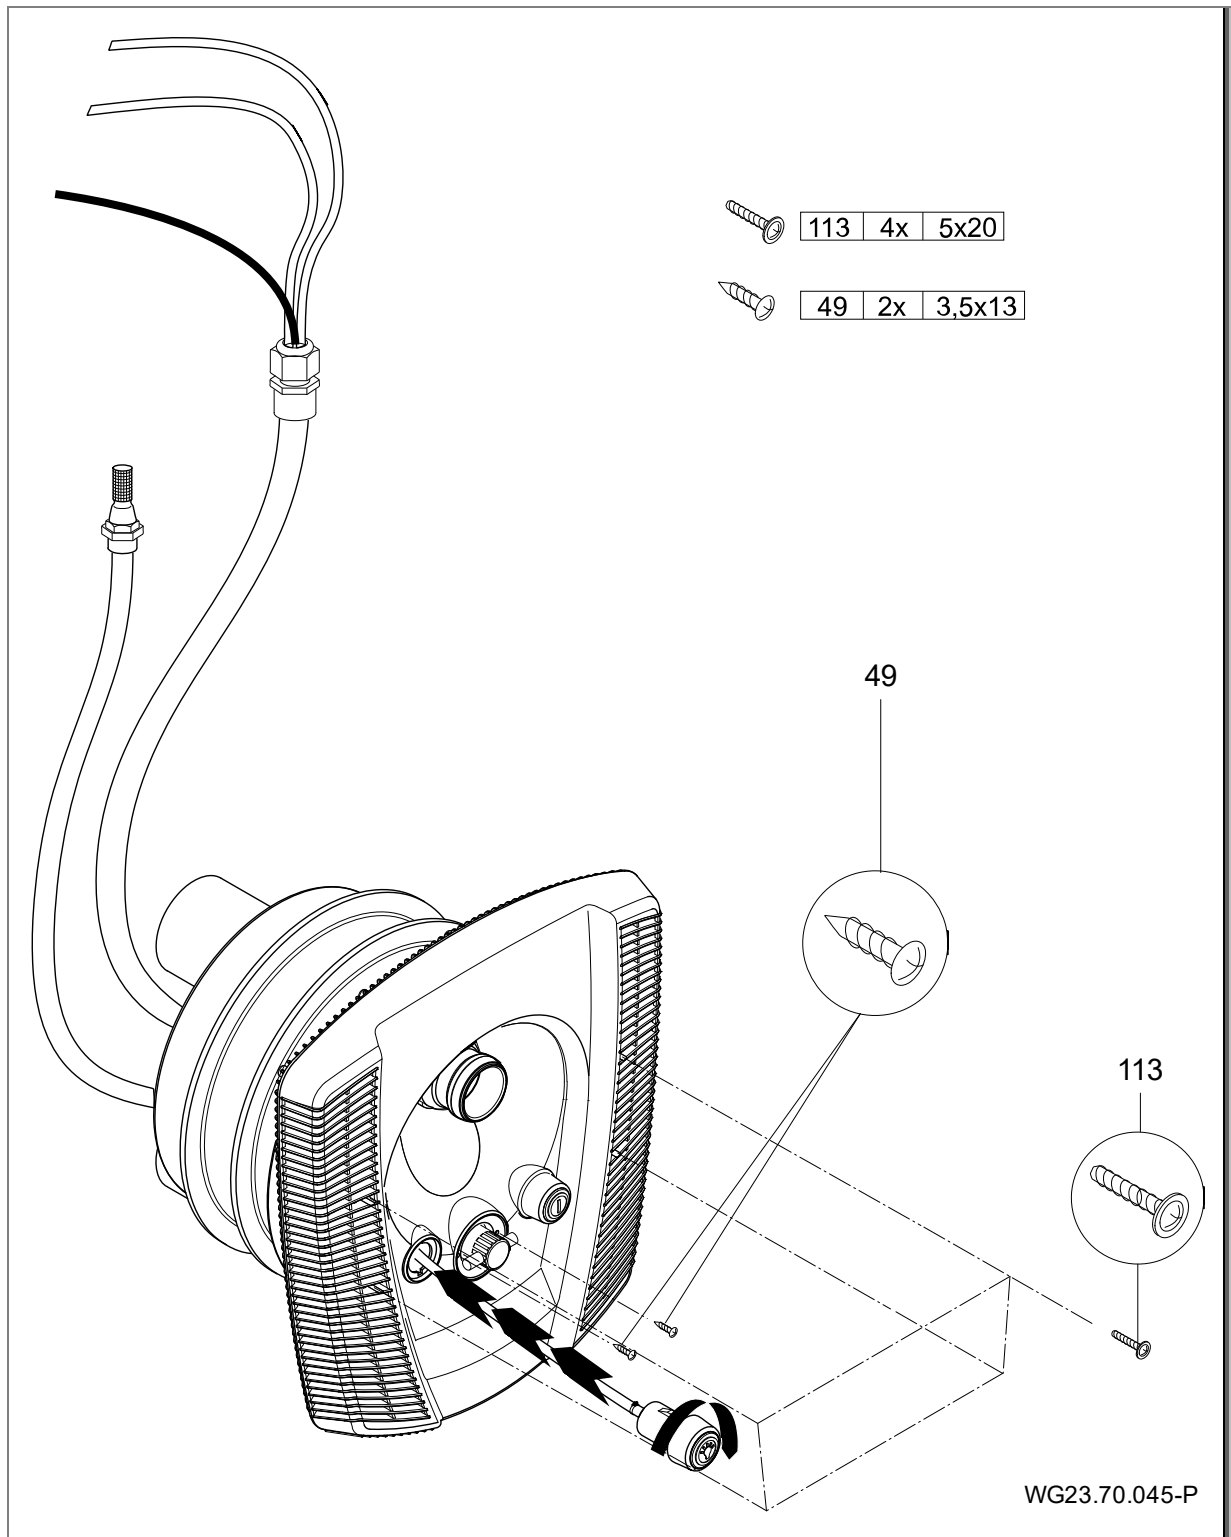

Abb. 19
7. Blende (93) mit den vier Schrauben (103) am Düsengehäuse (102.1) befestigen. Beide Pneumatiktaster durch die Blende in das Düsengehäuse (102.1) stecken und durch Drehen im Uhrzeigersinn verriegeln. (Abb. 19)